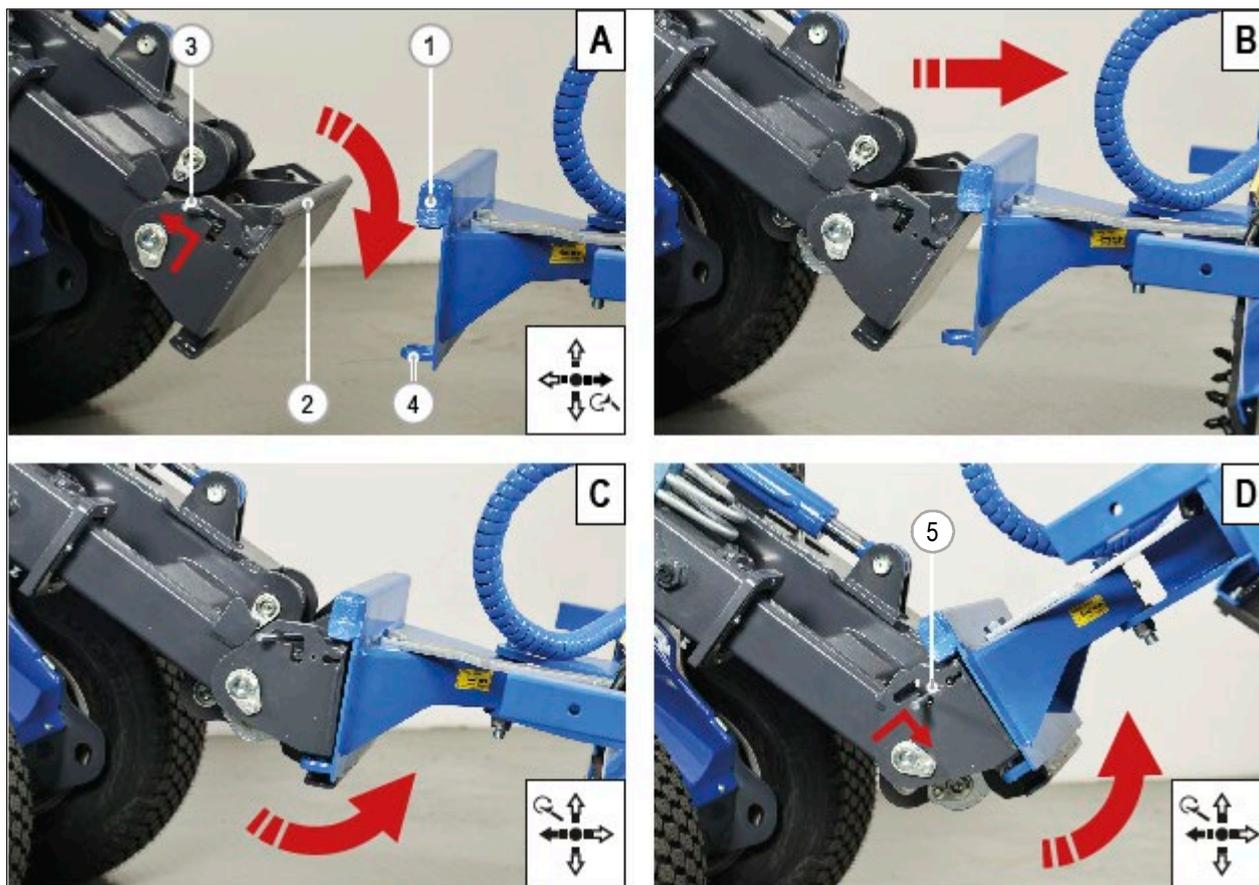

РИС. 29
- 6) Поднимите и нажмите два рычага (РИС. 29 - Сс. 3), расположенные на быстром сцепном устройстве, заглушки креплений поднимутся.
- 8) Осторожно подтяните быстрое сцепное устройство к навесному оборудованию, чтобы поднять круглый профиль на верхнем конце (РИС. 29 – Сс. 2) к предназначенным для него посадочным местам крепления (РИС. 29 – Сс. 1).
- 9) Медленно переместите многофункциональный джойстик влево, чтобы быстроразъемная муфта отклонилась назад, поднимите быстрое сцепное устройство ещё на несколько сантиметров. Система сцепления автоматически закроется, а две заглушки войдут в гнезда навесного оборудования (РИС. 29 – Сс. 4).
- 10) Проверьте визуально, что два рычага (РИС. 29 – Сс. 5) находятся в нижнем положении. Если нет, соединение не было произведено.
- 4) Осторожно подтяните быстрое сцепное устройство к навесному оборудованию, круглый профиль на верхнем конце (РИС. 29 – Сс. 2) поднимется к предназначенным для него посадочным местам крепления (РИС. 29 – Сс. 1).
- 1) Поднимите и отодвиньте два разъединительных рычага (РИС. 29 – Сс. 3) от быстрого соединительного устройства, отсоединятся две вилки.